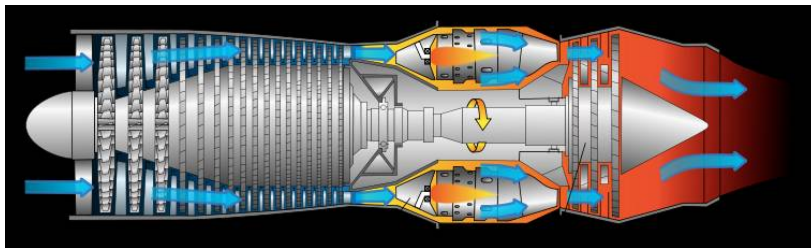

Рисунок 6.26 – Розріз ТРД
- турбореактивні компресорні двигуни (ТРД) з газовою турбіною, у яких стискання повітря здійснюється турбокомпресором; стиснене повітря надходить у камери, де згоряє паливо, а гази, що відходять, обертають турбіну привода компресора і створюють реактивну тягу (рисунок 6.26).